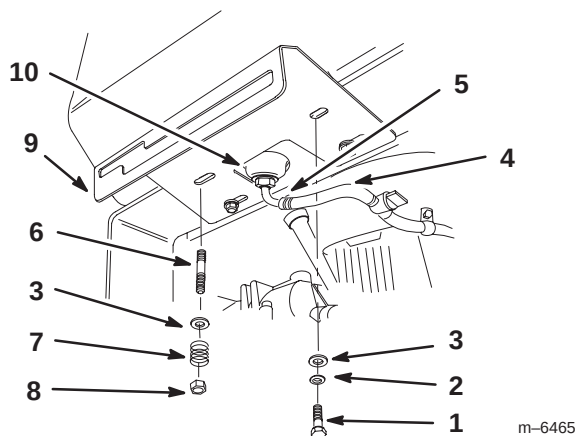

Bild 5
4. Schieben Sie die Kraftstoffleitung auf die Kraftstofftankverbindung und befestigen Sie die Leitung mit der Schlauchklemme an der Kraftstoffleitung (Bild 5).
5. Befestigen Sie die rechte Seite der Ganghebelplatte und den Kraftstofftank (Bild 5) mit 2 Schrauben (5/16 x 7/8 Zoll), Sicherungsscheiben (5/16 Zoll) und Scheiben (5/16 Zoll) hinten am Chassis (Bild 5).
6. Befestigen Sie die linke Seite der Ganghebelplatte und den Kraftstofftank (Bild 5) mit Scheiben (5/16 Zoll), Federn und Sicherungsmuttern (5/16 Zoll) am hinteren Chassis (Bild 5).